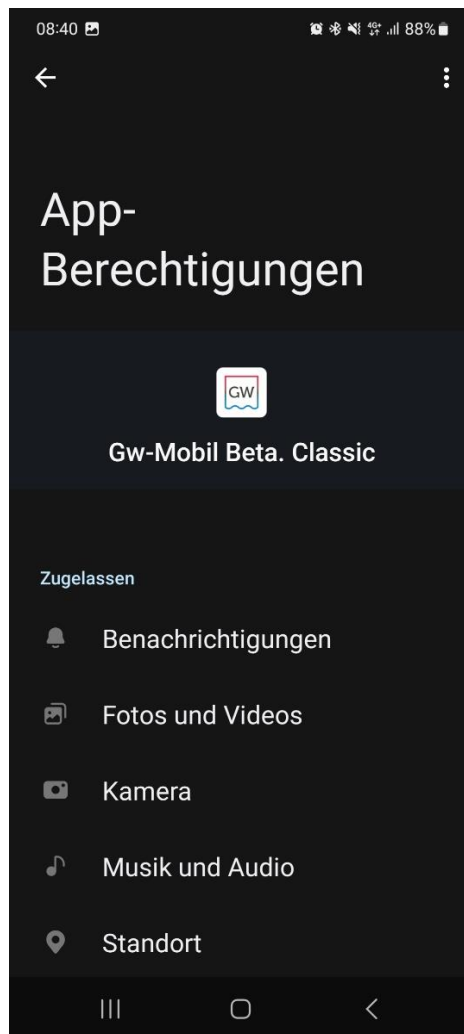

Abbildung 3: Bestätigung der Zugriffsrechte
4. Akzeptieren Sie alle Berechtigungen. Die angezeigten Berechtigungen werden für die Ausführung von GW-Mobil benötigt (s. Abb. 3).